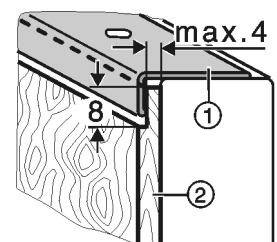

Fig. 40
► 如图所示，将较厚的装饰板 Fig. 40 (2) 分级为最大 4 mm 厚度。